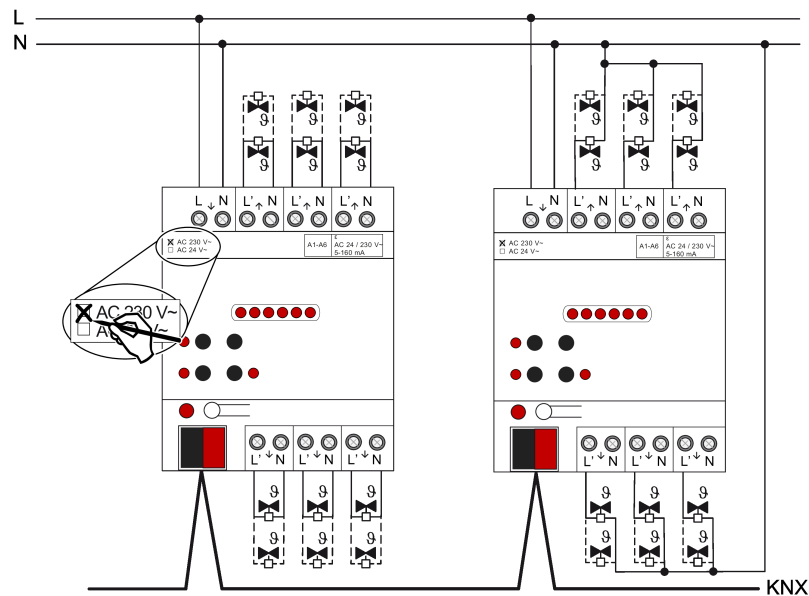

Bild 3: Anschluss für Stellantriebe AC 230 V (Anschlussbeispiele)
- Stellantriebe AC 230 V gemäß Anschlussplan (siehe Bild 3) anschließen. Die Neutraleiter der Stellantriebe können entweder jeweils direkt mit den N-Klemmen der Ausgänge des Heizungsaktors (Anschlussbeispiel links) oder alternativ gemeinsam mit einem geeigneten N-Potenzial (z. B. N-Leiterklemme im Verteiler) verbunden werden (Anschlussbeispiel rechts). Es ist nicht unbedingt erforderlich, die Neutraleiter der Stellantriebe unmittelbar an den Aktor anzuschließen.